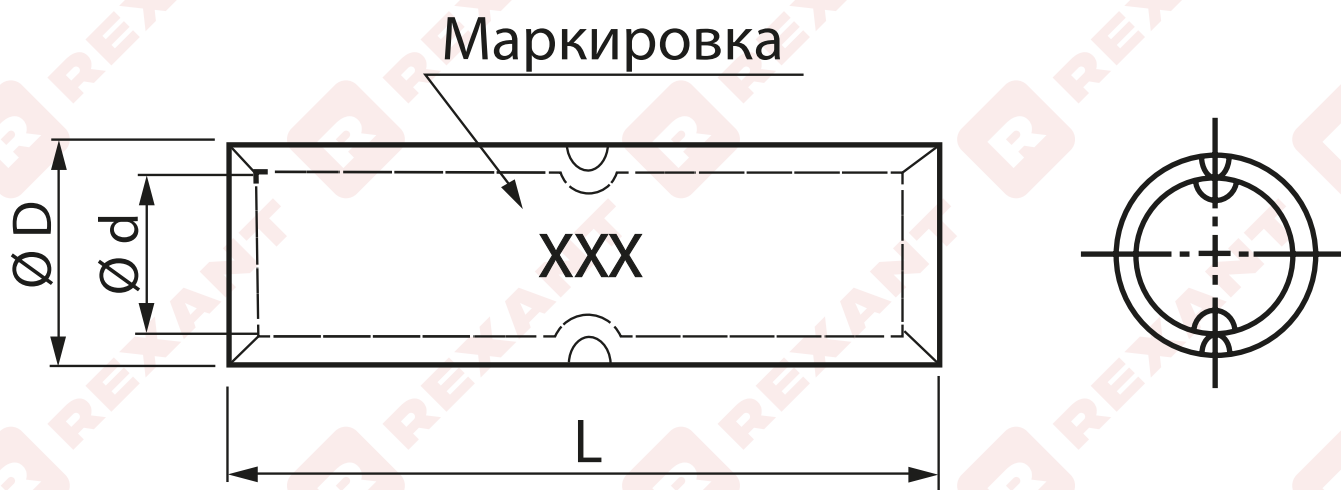

Рисунок 3. Гильзы медные, внешний вид, габаритные размеры и минимальная осевая разрушающая нагрузка
5.2.1. Концы жил кабелей, подлежащих соединению с помощью гильзы, освобождают от изоляции на длине $L/2$ (мм) (рисунок 3). Дальнейший монтаж производят в соответствии с пунктами 5.1.2, 5.1.3.